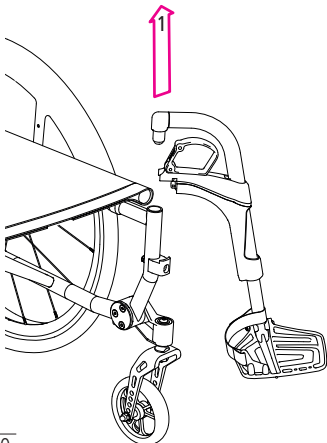

Abb.20
4. Nun können Sie die Beinstütze nach oben abziehen und abnehmen (1, Abb. 20).